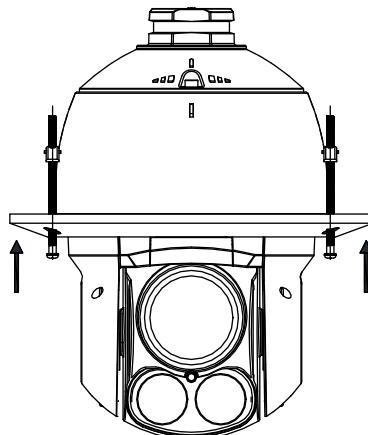

图2-36 安装蝴蝶夹
1. 将 3 枚蝴蝶夹按指示方向安装至球体上，如图 2-36 所示。